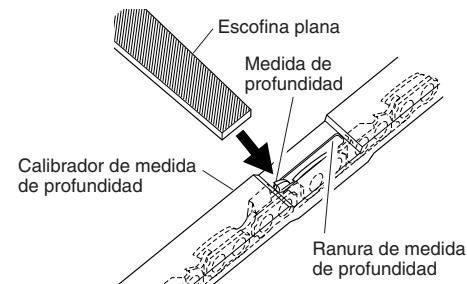

Figura 22 - Calibrador de medida de profundidad en la cadena
- Coloque el calibrador de medida de profundidad (.635 mm) firmemente a lo largo de dos elementos de corte. Asegúrese de que la medida de profundidad penetra en la ranura del calibrador de la medida de profundidad (vea la Figura 22).